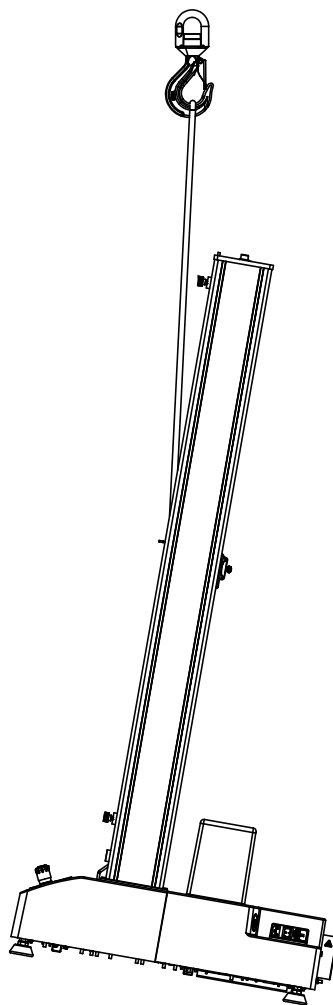

图 13. 使用起重机提升机架
1. 将吊带连接至横梁并固定至起重机吊钩，以使吊带从横梁的正面垂直延伸，如第 60 页图 13 中所示。如果您使用链条替代提升吊带，请用保护材料将横梁包起来，以保护横梁不会被刮擦和损坏。